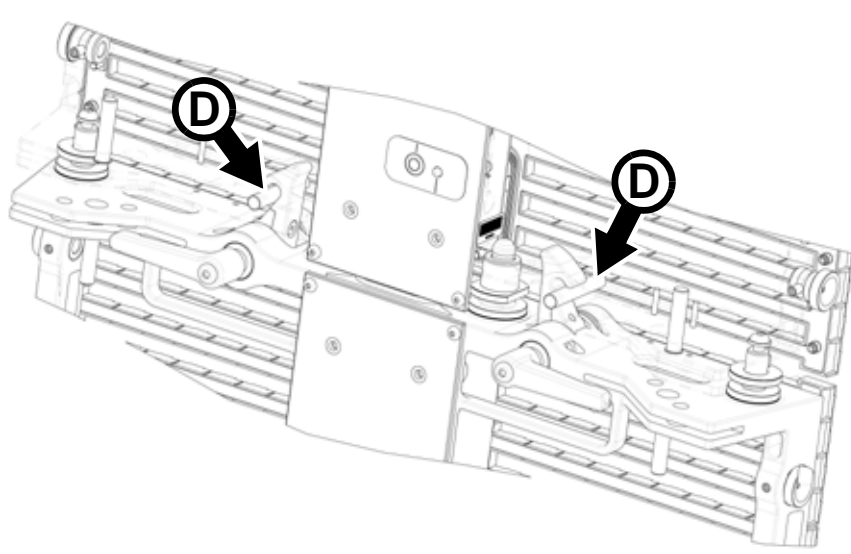

Bild 11: Die Verriegelungen rasten um die Zapfen ein (Teilansicht)
5. Siehe Bild 11. Schieben Sie das Modul weiter auf den Header oder das Modul, bis die Verriegelungen hörbar um die Zapfen D einrasten. Ziehen Sie das Modul etwas zurück, um den sicheren Sitz der Verriegelungen um die Zapfen D zu prüfen.